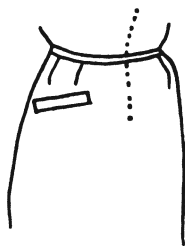
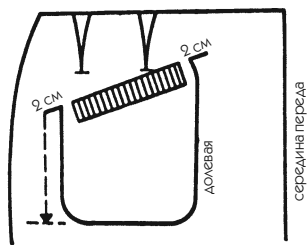

Рис. 336
Рис. 337
1. Начертите оформление кармана с листочкой на листе бумаги (рис. 336) и затем перенесите линии на лекало (заштрихованная часть на рис. 337).
4. На самом лекале начертите *мешковину* (внутреннюю часть кармана), как показано на рис. 337:
Исходя из размеров к рис. 337, мешковина относится к детали, имеющей максимальную длину. Независимо от вида кармана (в рамку, с листочкой, с отворотом) между двумя частями мешковины всегда имеется зазор. Когда вы закроете мешковину, она выровняется по меньшей длине. Главное — выкроить верхние края мешковины в точном направлении прорези по вертикали.
- Переведите все части, используя пояснения к рис. 337.